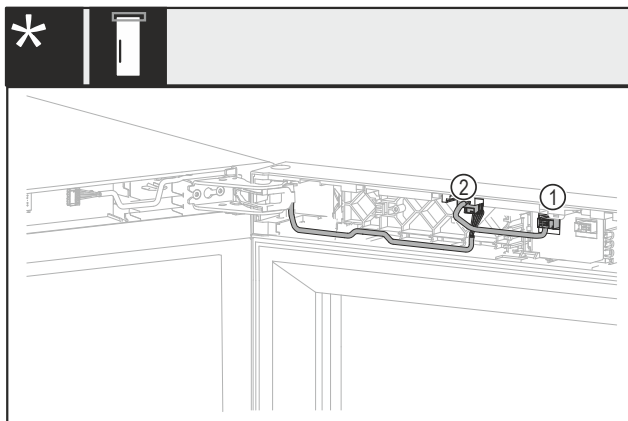

Fig. 18 Fără încuietoare sau cu încuietoare mecanică*
- Scoateți fișa Fig. 18 (1).*
- Scoateți fișa Fig. 18 (2).*